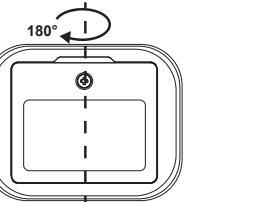

FIGURE 2
- d.Au même endroit, faites pivoter l'équipement de 180° (voir la FIG. 2 suivante), puis appuyez sur le bouton **MODE**, "CAL 2" clignote plusieurs fois. Après la disparition de "CAL 2", d. l'étalement est terminé et l'écran LCD affiche l'angle actuel en affichage haute précision.